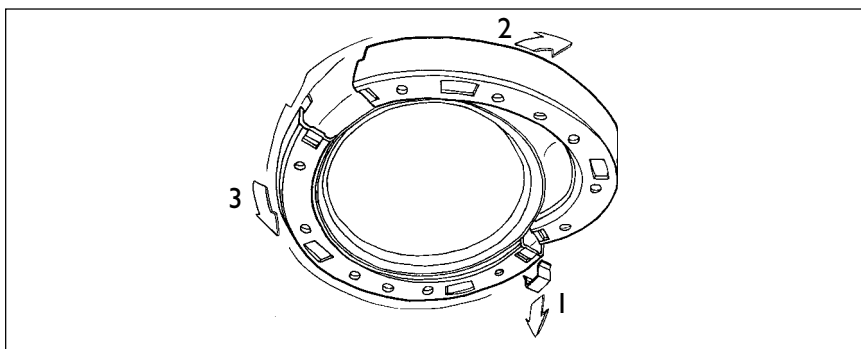

рис. 17
- Демонтаж фланца - см.рис.17.